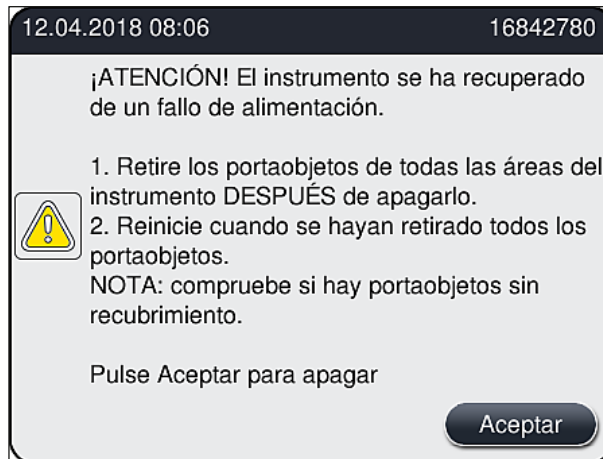

Fig. 108
- Una vez recuperada la alimentación eléctrica, el instrumento se reinicia automáticamente. Se notifica el corte de alimentación al usuario mediante un mensaje de información (→ Fig. 108) en la pantalla y se registra el suceso en el registro de eventos.
- ① Una vez recuperada la alimentación eléctrica, el instrumento se reiniciará automáticamente. Se emitirá una señal acústica de advertencia y se mostrará un mensaje de advertencia en la pantalla (→ Fig. 108).
Siga las instrucciones del mensaje de información (→ Fig. 108) y retire los portaobjetos del instrumento.